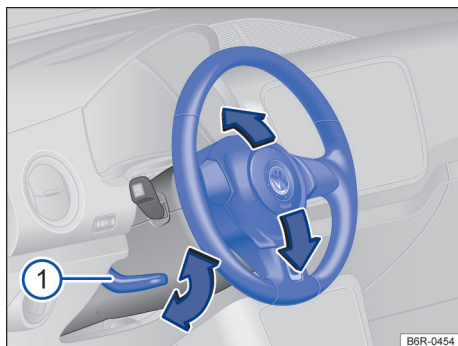

Fig. 57 Embaixo e a esquerda do volante junto com o revestimento da coluna de direção: alavanca de ajuste da posição do volante.
- Empurrar a alavanca para baixo → Fig. 57 . ▶